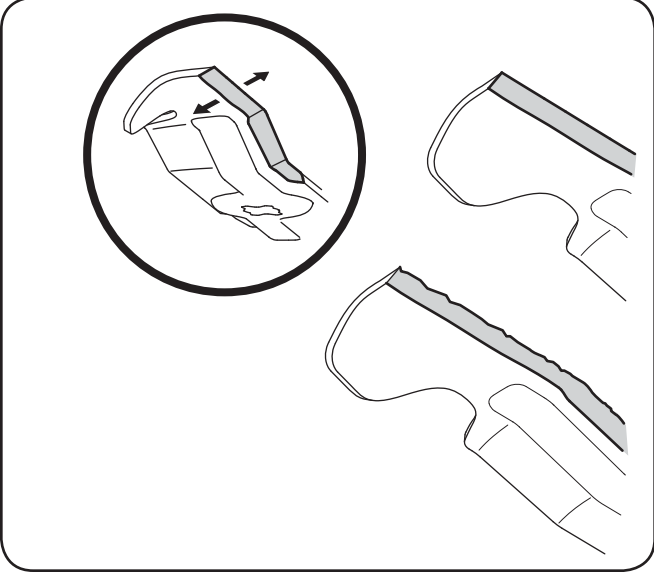

Figure 7-7
4. Pour aiguiser les lames, éliminez la même quantité de métal tranchant sur deux extrémités sur le côté tranchant. Aiguisiez le bord tranchant sur toute sa longueur, parallèlement au bord arrière, soit à un angle de 25° à 30°. Il est essentiel d'aiguiser les tranchants de façon égale pour conserver une lame bien équilibrée. Voir la Figure 7-7.